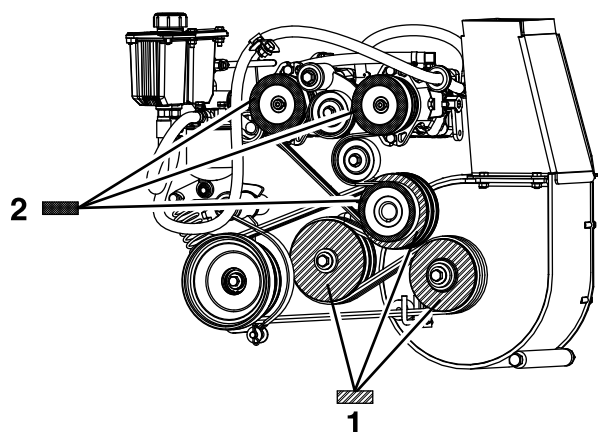

Figure 58
8. Mesurez la poulie de ventilateur pour obtenir une mesure de base, et déplacez le moteur et l'arbre intermédiaire jusqu'à ce que la surface arrière des trois poulies soit alignée à 0,8 à 1,6 mm (1/32 à 1/16 po) près (Figure 58).
4. Utilisez une règle pour aligner chaque poulie de pompe sur la poulie du moteur, en la faisant glisser sur l'arbre d'entraînement de la pompe (Figure 58).